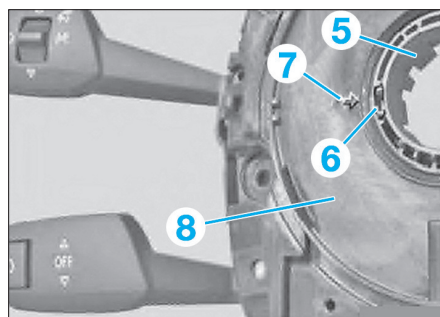

Fig. 12
Ne pas faire tourner la bague (5) (Fig.12). La bloquer pour qu'elle ne tourne pas (par exemple avec un ruban adhésif).
- L'encoche (6) de la bague (5) doit coïncider avec la flèche (7) sur le support des commodos (8) (Fig.12).